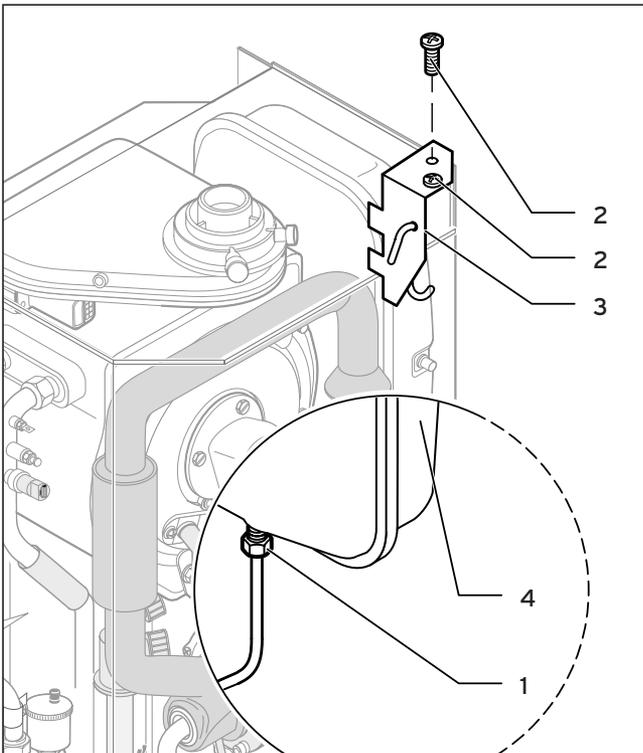

Abb. 8.6 Ausdehnungsgefäß austauschen (nicht VC 356/2-E)
- Lösen Sie die Verschraubung (1, Abb. 8.6) am Wasseranschluss an der Unterseite des Ausdehnungsgefäßes.
- Lösen Sie die beiden Schrauben (2, Abb. 8.6) des Haltebleches (3, Abb. 8.6) und entfernen Sie das Halteblech.
- Ziehen Sie das Ausdehnungsgefäß (4, Abb. 8.6) nach vorne heraus.